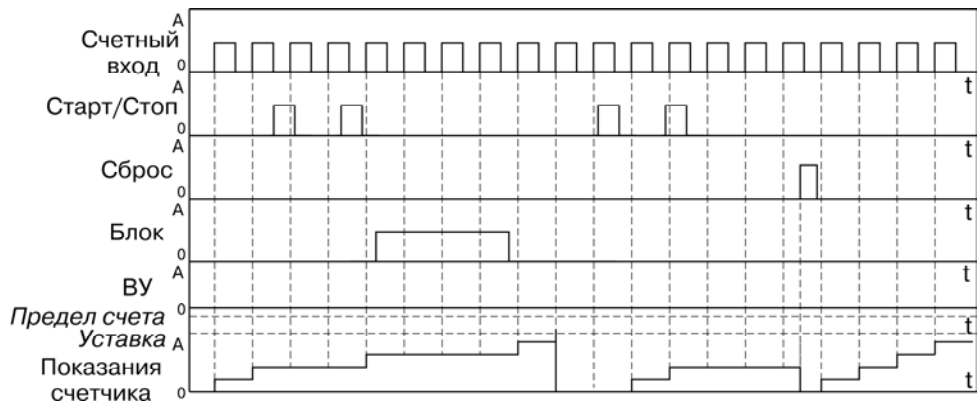

Рисунок 3.7
- тип работы по сигналу «Сброс» – «Сбросить счетчик и продолжить счет» ($rSt =Cnt$) (рисунок 3.7).